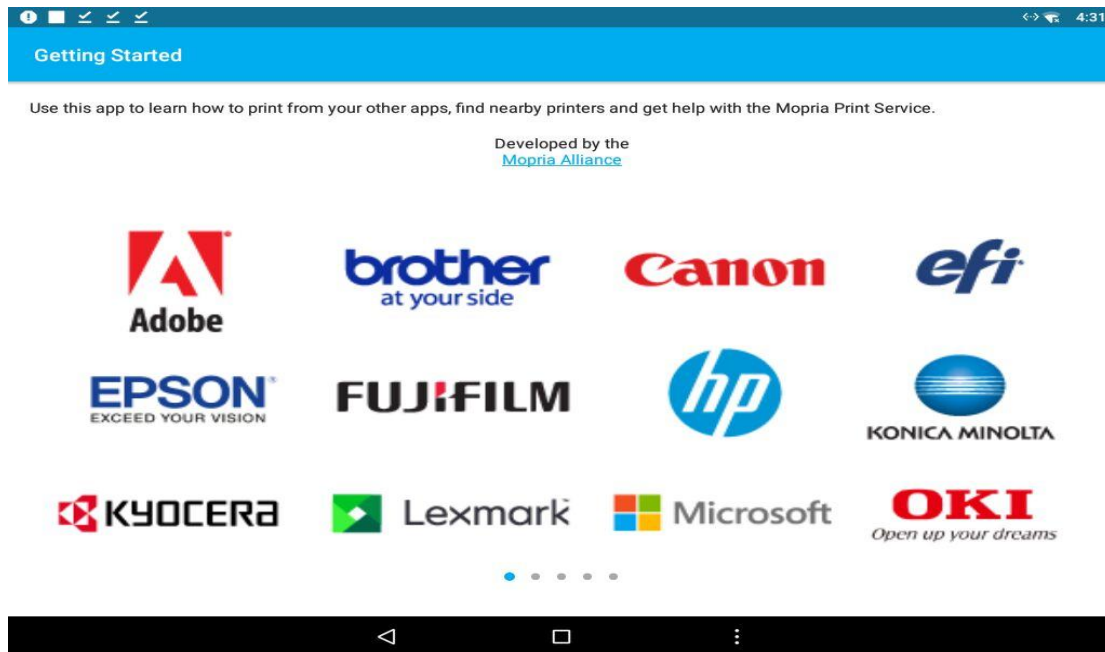

Bild 6
3. Öffnen Sie die installierte Drucksoftware, wie in Abbildung 6 dargestellt. Gehen Sie auf die letzte Seite und markieren Sie „**Agree**“ (Zustimmen) in der Lizenzvereinbarung und Datenschutzrichtlinie. Tippen Sie auf „**I agree**“ (Ich stimme zu), um die Software zu verwenden, wie in Abbildung 5 dargestellt.